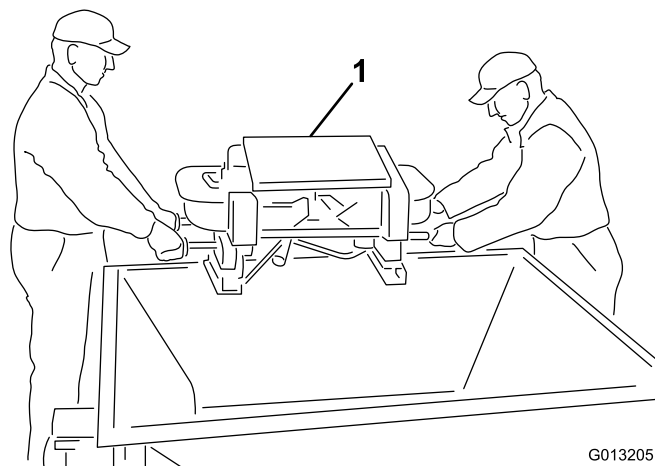

Figure 5
4. Saisissez les poignées extérieures du Twin Spinner pour le soulever hors de la trémie et placez-le sur le sol (Figure 5).